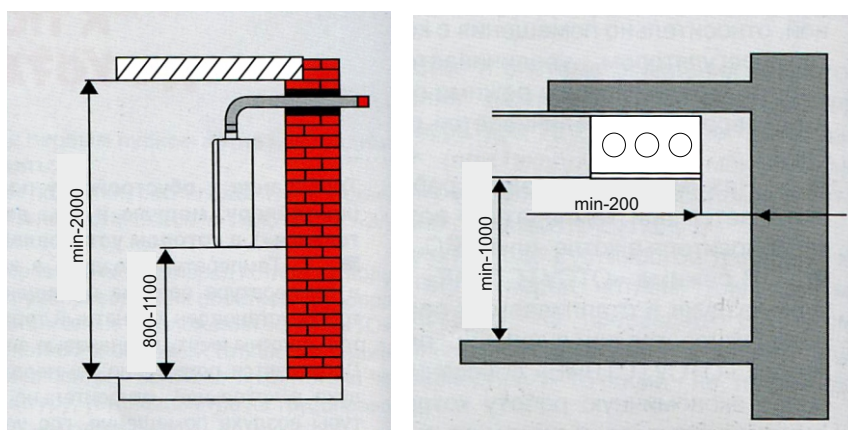

рис. 7
1. Установите котел на стену с несгораемой поверхностью, способная выдержать вес котла, расширительный бак которого заполнен водой (Рис. 7).
3. Высота установки котла определяется от уровня чистого пола до основания корпуса котла. Рекомендованная высота установки котла не менее 0,8-1,1 м. (Рис. 7).